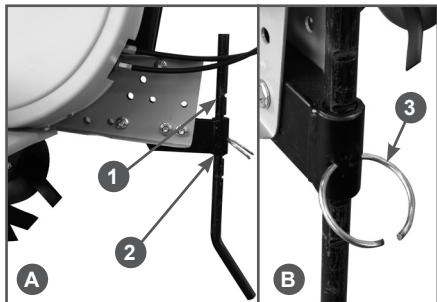

Рис. 5 Установка сошника
После установки крайней внешней фрезы (например, В) установите диск защиты растений А и закрепите его пальцем 1 и шплинтом 2 (Рис. 5).
3. Установите сошник 1 в кронштейн 2 сошника (Рис. 5А). Совместите паз в сошнике и отверстие в кронштейне сошника и вставьте в отверстие стопорное кольцо 3 (Рис. 5В).